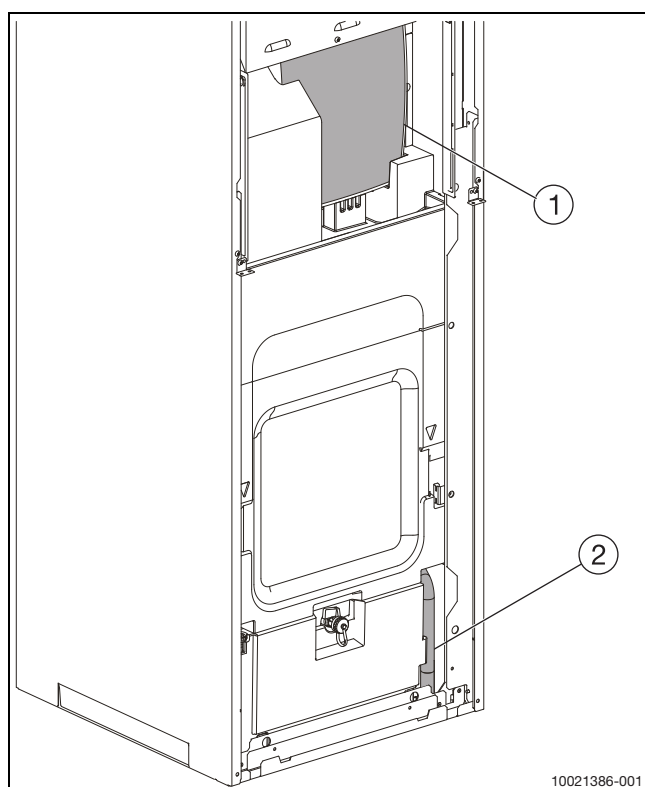

Fig. 12 Vista anteriore tubo flessibile di scarico
- Collegare il tubo flessibile di scarico a uno scarico (vedere fig. 12 e 13).
- Collegare il tubo flessibile di scarico ([2], Fig. 12) su uno scarico protetto dal gelo o direttamente su uno scarico a parete.